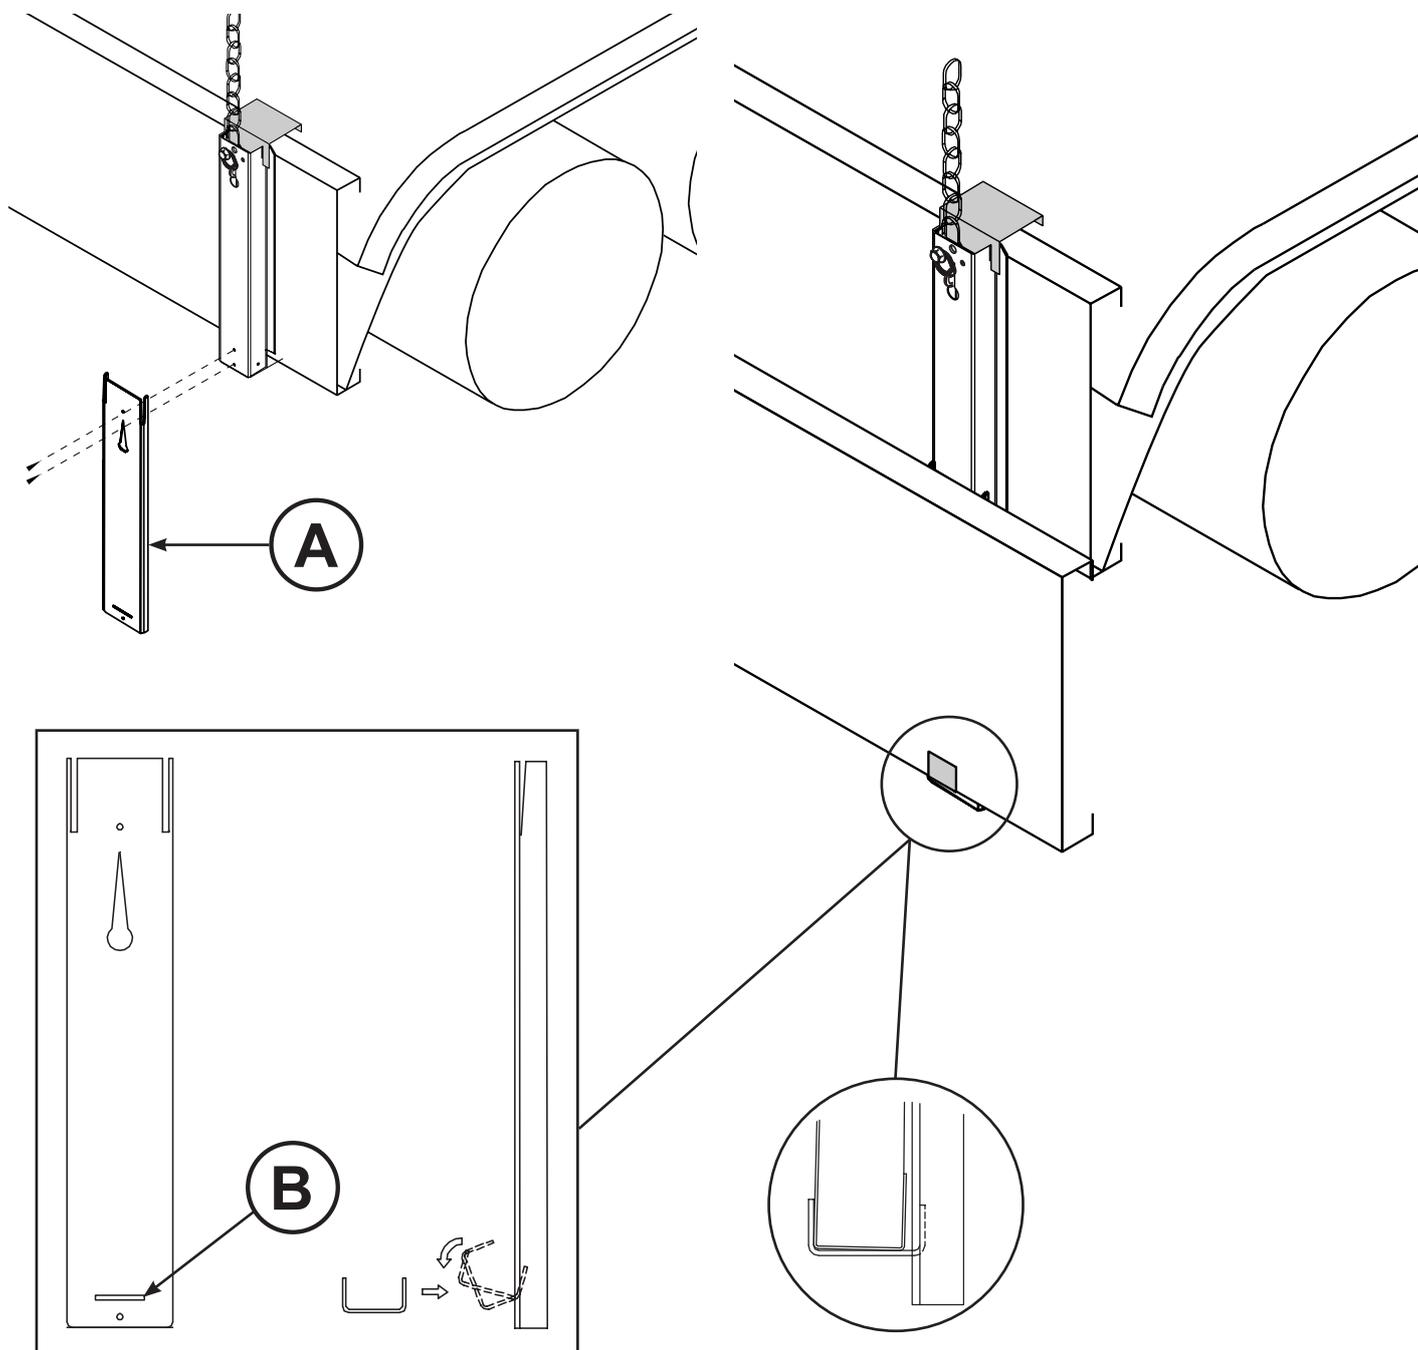

Fig.4.71 Montage de côtés supplémentaires en option
Fixez l'attache (A) au support du système, comme indiqué fig. 4.71.